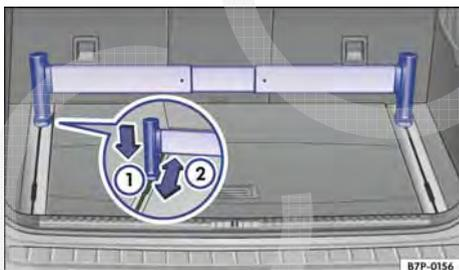

Fig. 215 No compartimento de bagagem: barras telescópicas.
- Pressionar o respectivo suporte para baixo → Fig. 215 (1) e, ao mesmo tempo, empurrar para a posição desejada (2).